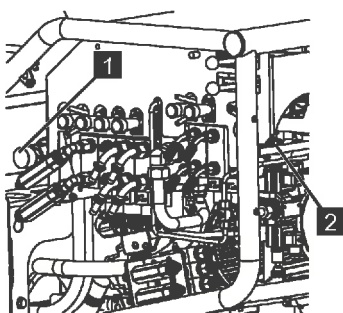

Abb. 183
4. Das Ventil [Bühne] (Abb.183/1) eindrücken und im Uhrzeigersinn verriegeln.
5. Das Ventil [LS] (Abb.183/2) im Uhrzeigersinn komplett drehen.